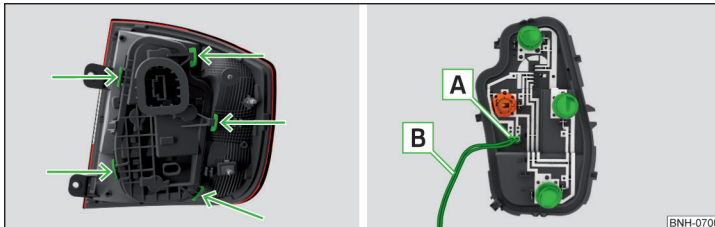

Abb. 272 Äußerer Teil der Leuchte / Halter mit Glühlampen
- › Den Lampenhalter in mit Pfeilen gekennzeichneten Bereichen entriegeln » Abb. 272 und aus der Leuchte herausnehmen.
- Vor dem Einsetzen des Lampenhalters in die Leuchte prüfen, ob der Stecker **A** » Abb. 272 zwischen der Leuchte und dem Lampenhalter korrekt aufgesteckt ist.